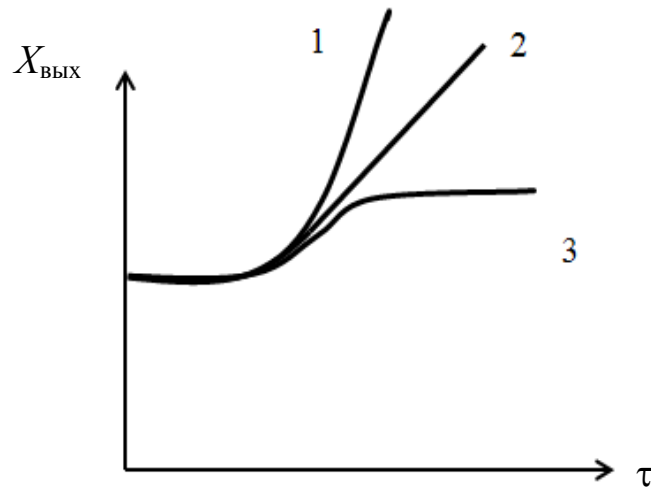

Рис. 1
4. Укажите, какая из приведенных на рис. 1 динамических (переходных) характеристик объектов (1, 2 или 3) характерна для объекта без самовыравнивания (астатиического объекта).